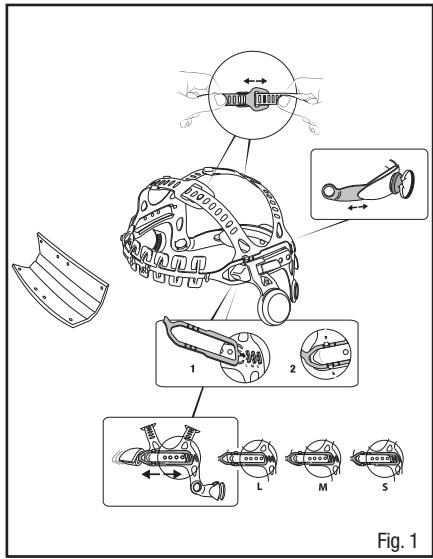

Fig. 1
1. Placer le masque pour soudeurs 9100 FX-Air Speedglas™ 3M™ sur la tête et serrer avec le bouton à cliquet situé à l'arrière de la pièce faciale (Fig. 1) pour obtenir un ajustement confortable et sécuritaire. S'il est impossible d'obtenir un ajustement confortable uniquement avec le bouton, utiliser l'ajustement grossier L, M et S situé à l'avant du serre-tête comme l'indique le bas de la Fig. 1. L signifie un grand tour de tête; M, un tour de tête moyen et S, un petit tour de tête. Effectuer un premier réglage en fonction du tour de tête, puis remettre le masque sur la tête et serrer avec le bouton à cliquet pour obtenir un ajustement confortable et sécuritaire. Pour un réglage supplémentaire, tourner le bouton à cliquet de 180 degrés pour un ajustement légèrement différent en fonction de la position comme le montre la Fig. 2.
2. Régler les deux sangles d'amortissement supérieures de manière à répartir également et à équilibrer le poids du masque sur le dessus de la tête. Avec le masque en place sur la tête et le bouton à cliquet serré, ajuster les deux sangles d'amortissement de sorte qu'il n'y ait aucun espace ou écart excessif entre ces dernières et le dessus de la tête. Parfois, la sangle d'amortissement arrière peut s'avérer trop grande et créer du jeu, mais ce n'est pas ainsi qu'il faut porter le masque. S'il se crée un jeu, régler les sangles d'amortissement en les faisant glisser et en les serrant comme l'indique la Fig. 1. S'il n'y a pas de jeu, mais qu'on sent que le masque est trop haut sur la tête, agrandir les sangles d'amortissement pour obtenir une hauteur confortable.